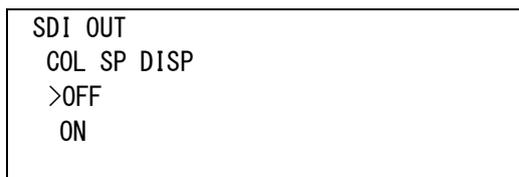

図4-97 オンスクリーンメニュー(COL SP DISP例)
- 1) SDI OUTメニューで「COL SP DISP[CDSP]」を選択し、**ENTER**ボタンを押すと図4-97のような設定メニューが表示されます。